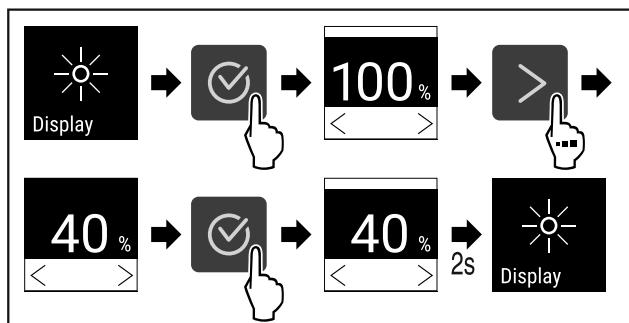

Fig. 82
- Провести етапи операцій (див. Fig. 82) .